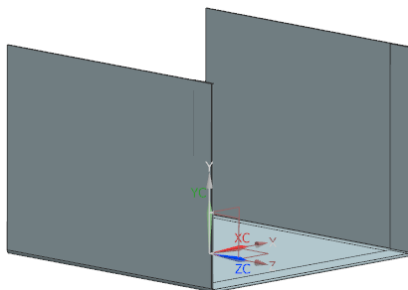

图 7-95 创建折边特征 3
(5) 在视图区选择弯边，如图 7-94 所示。单击 **< 确定 >** 按钮，创建折边特征 3，如图 7-95 所示。